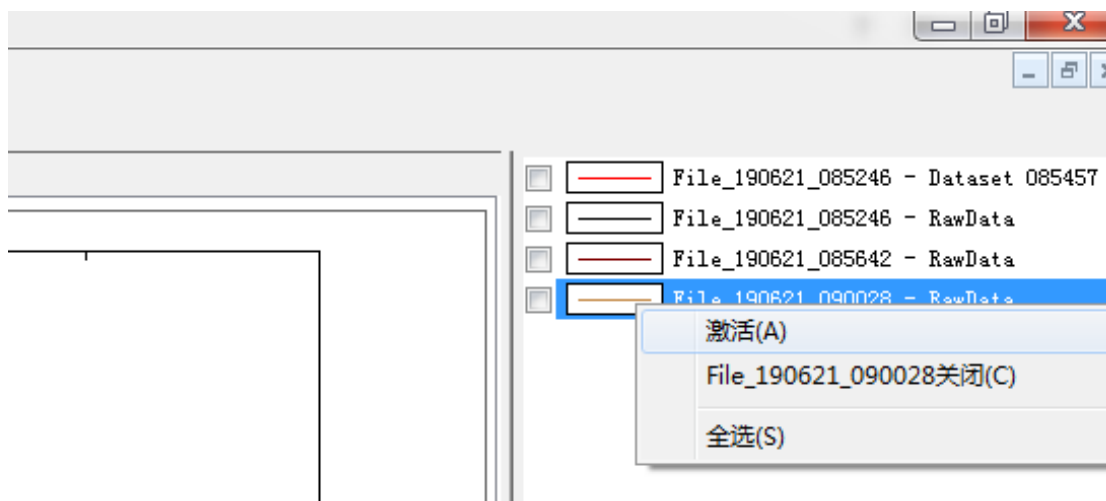
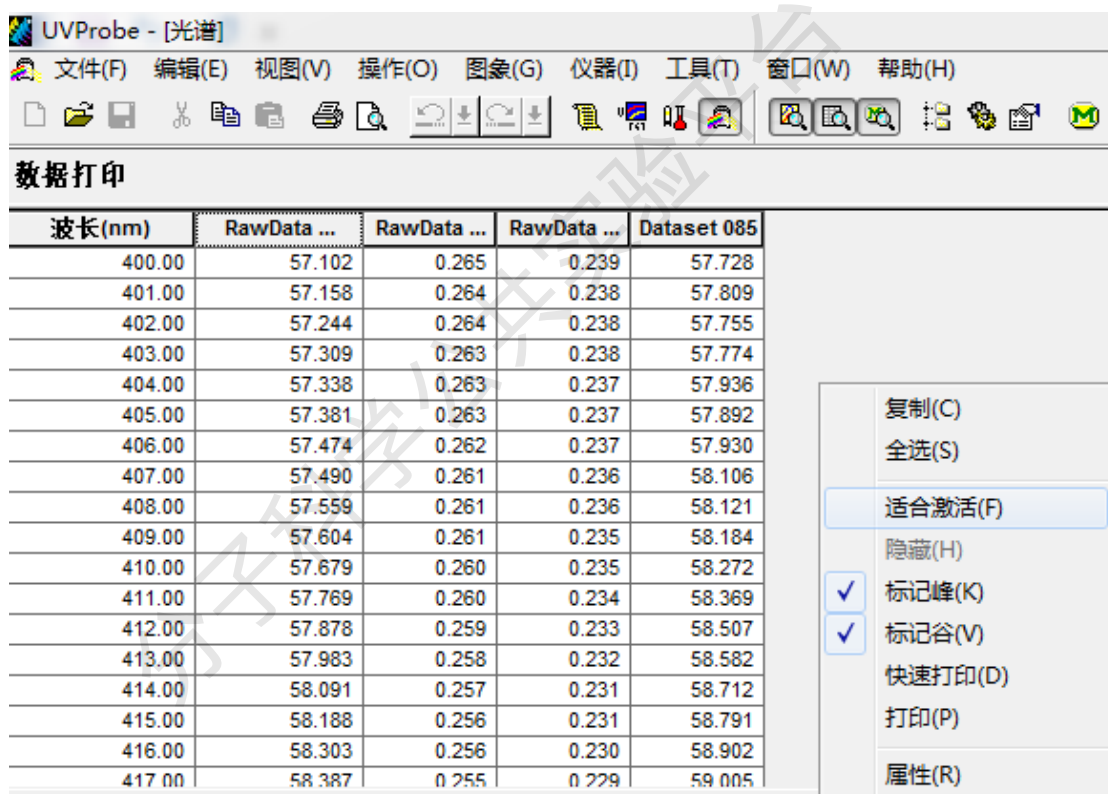

图 6-7 图谱激活界面
图 6-8 数据激活界面
- (5) 样品测试：待基线校正完成后，将样品位置的空白试剂换成待测样品，点击【开始】弹出储存对话框，在【文件】设置文件名，【数据储元】输入 Data1，单击【确定】，仪器开始扫描。在图像面板中显示该样品的光谱图，【激活】、【重叠】、【堆叠】是光谱显示的三种方法，其中【激活】显示当前光谱曲线，【重叠】将所有光谱放在同一窗口显示，【堆叠】是所有光谱在多个窗口并列显示。点击工具栏中的  【峰值检测】进行多个峰值的标定，点击工具栏的  【选点检测】可以读取任意波长的峰值。
- (6) 光谱文件数据保存：至此，数据已采集并命名储在内存中，没有存储到磁盘上。选择【文件】-【另存为】，在对话框顶部的位置选择路径，输入文件名，在保存类型中选择【光谱文件 (\*.spc)】，点击【保存】，即保存完整的信息。
- (7) TXT 格式保存：如图 6-7，选中右侧图谱名称，右键，选择【激活】，【操作】菜单下选择【数据打印】，在【数据打印】窗口点击右键，如图 6-8，选择【适合激活】，检查数据是否显示完整，然后另存为【数据打印表 (\*.txt)】，用于 origin 软件分析光谱信息。